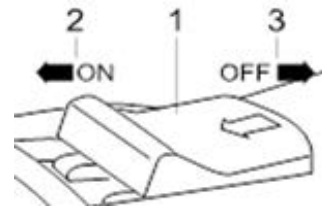

Рис. 2
3. Нажмите кнопку включения (1) в положение «ON», чтобы включить инструмент (Рис. 2).
4. Чтобы зафиксировать режим включенного двигателя, нажмите кнопку включения «ON/OFF» (1) от себя до упора и вдавите фронтальный выступ (2) в корпус инструмента (Рис. 2).
5. Для выключения углошлифовальной машины нажмите кнопку включения на себя до упора (3) (Рис. 2).